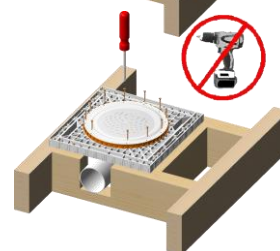

Fig 9
- Skruva därefter fast **FLEXI** brunn med medföljande 11st skruvarna, se fig 9 (guldfärgade längd 30 mm)